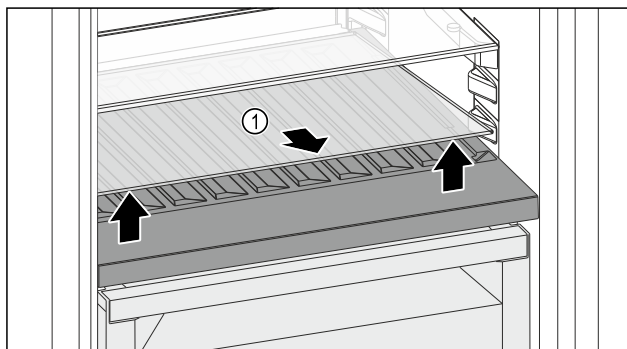

Fig. 214
- ▶ Ανασηκώστε το γυάλινο ράφι Fig. 214 (1) από την εγκοπή μπροστά και αφαιρέστε το.
- ▶ Φυλάξτε το γυάλινο ράφι Fig. 214 (1) σε ασφαλές μέρος έξω από τη συσκευή.
- ▶ Τοποθετήστε το γυάλινο ράφι (2) κάτω από τη μεταβλητή θήκη για μπουκάλια.